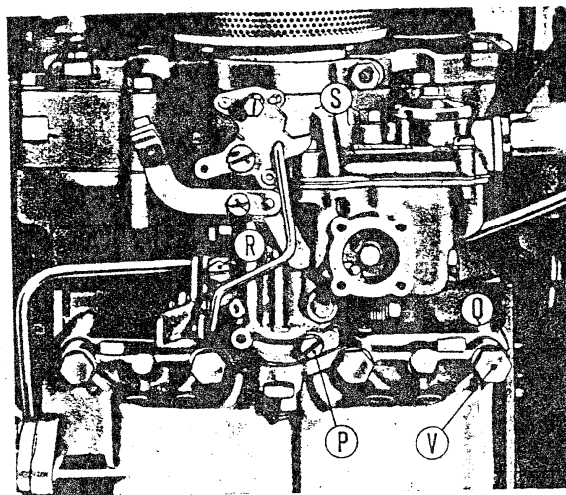

Fig. 25
4) - Si on note la présence de l'eau dans le moteur (immersion complète du moteur) il faut d'abord, pour le retour dans les cas d'urgence, agir comme aux paragraphes 1-3; ensuite démonter le raccord d'admission (fig. 25: ôter les 8 vis « V »; on retire le groupe complet du carburateur et tube) et, pour éjecter l'eau, faire tourner le moteur même, en agissant sur le démarreur ou avec la corde de démarrage à main. Avant de reassembler le groupe admission il est nécessaire, (pour éliminer des infiltrations d'eau éventuelles) déposer la cuvette de décantation et le tamis, le gicleur du maxi « Q » fig. 25, le tamis sur le carburateur et souffler avec un jet d'air comprimé; ensuite nettoyer les bougies et repartir.
Si on a une **carburation pauvre**, vérifier les conduits de l'alimentation (point « e »), les gicleurs du maxi. « O », du ralenti « S » fig. 25 et les impuretés dans la cuvette: la carburation pauvre peut aussi se vérifier pour avarie à l'étanchéité de l'arbre moteur.
NOTA - Pour régler le ralenti visser ou dévisser la vis avec ressort « R » placée sur le corps du carburateur qui agit sur la soupape des gaz (fig. 25).